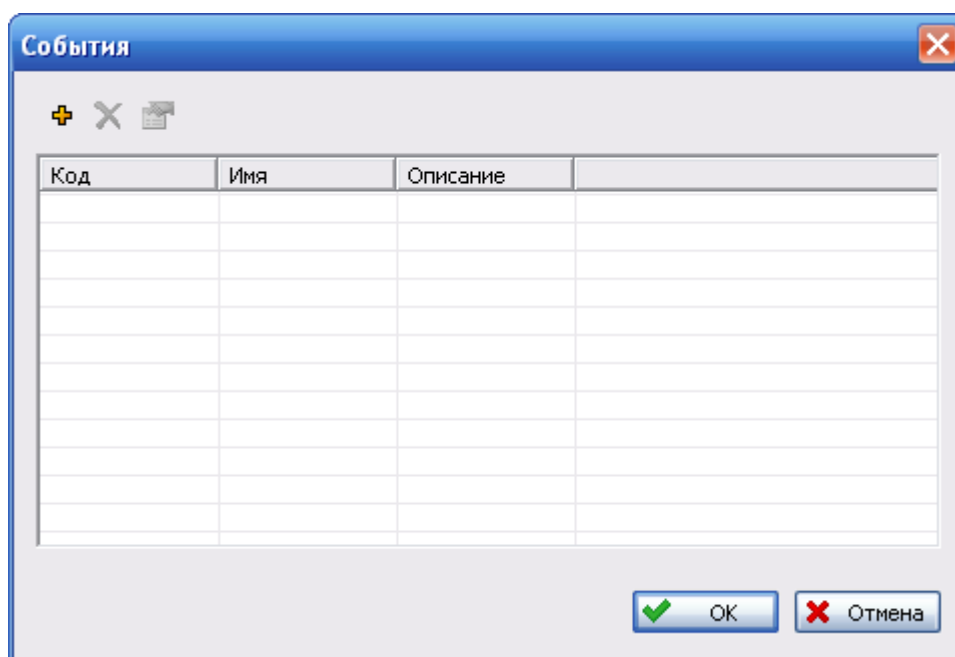

Рис. 21-2
В результате откроется окно **События** (рис. 21-2). Это окно предназначено для работы с перечнем событий для выбранного ФИ.
- В окне **События** (рис. 21-2) в таблице выделите событие, которое нужно удалить.